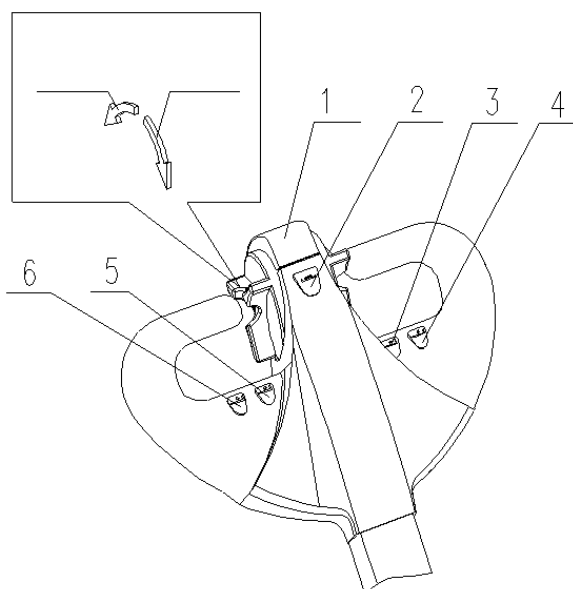

Рис.3
5.1.4 Инструкции ручного управления функциональными клавишами, показана на рис.3